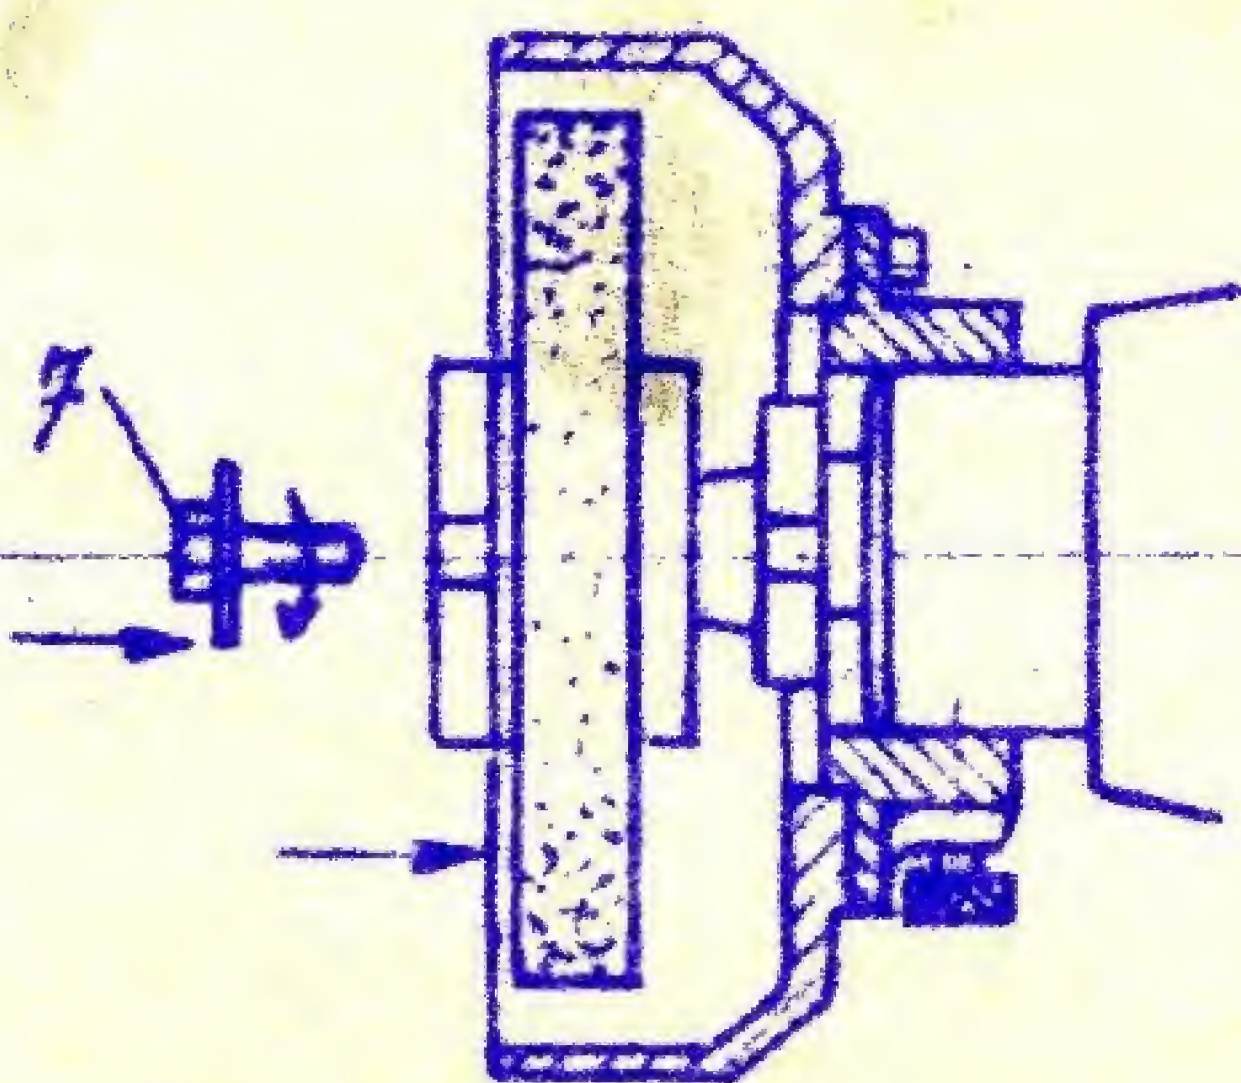

Fig. 6
Emboîter ensuite le moyeu (5) et sa meule sur l'arbre porte-meule (fig.6) en prenant soin de présenter l'une des encoches du moyeu en face de l'ergot de sécurité (6). Le moyeu sera immobilisé sur l'arbre à l'aide de la vis (7) qui devra être bloquée moyennement.